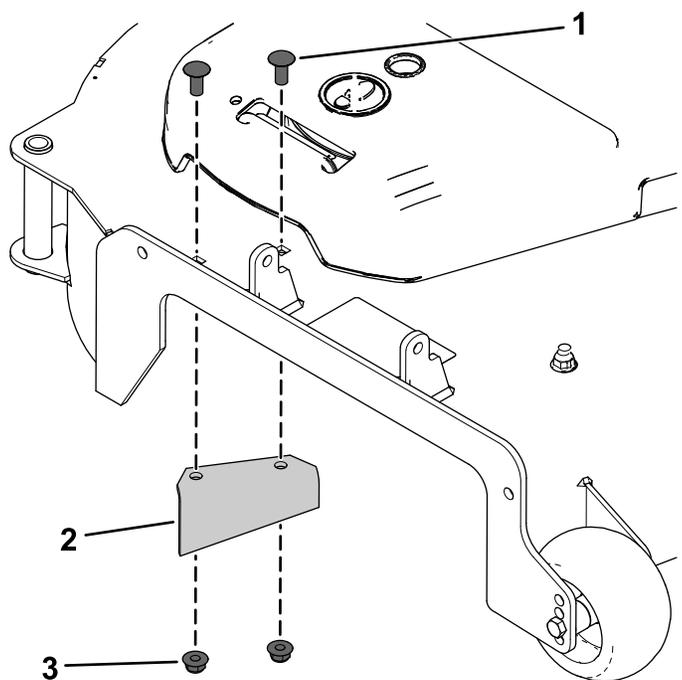

Figure 2
1. Déposez le déflecteur d'éjection, les 2 boulons de carrosserie et les 2 contre-écrous existants (Figure 2).